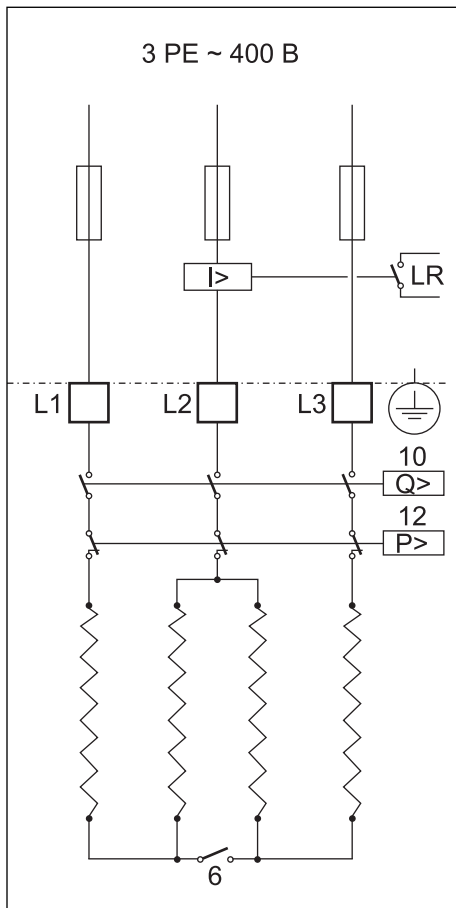

Рис. 6.3 Соединение с реле сброса нагрузки
**Легенда к рис. 6.3**
(рис. 6.3)